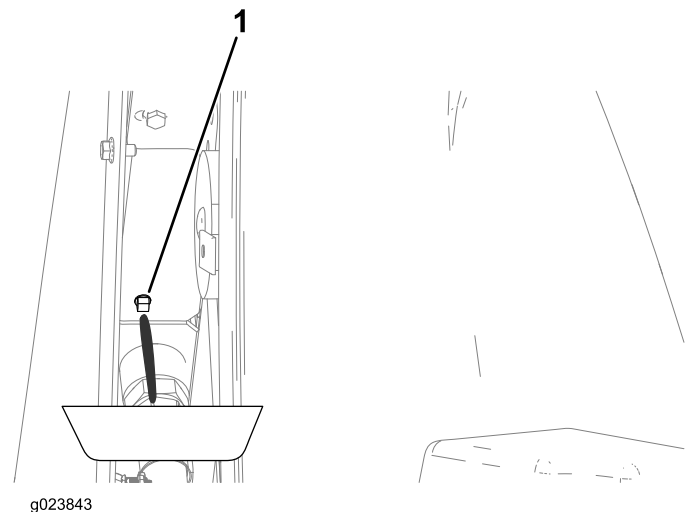

Bild 108
4. Stellen Sie eine Auffangwanne unter die Ablassschraube (Bild 108).
7. Schließen Sie die Ablassschraube (Bild 108).
- C. Schließen Sie die Ablassschraube (Bild 108).
- H. Schließen Sie die Ablassschraube (Bild 108).